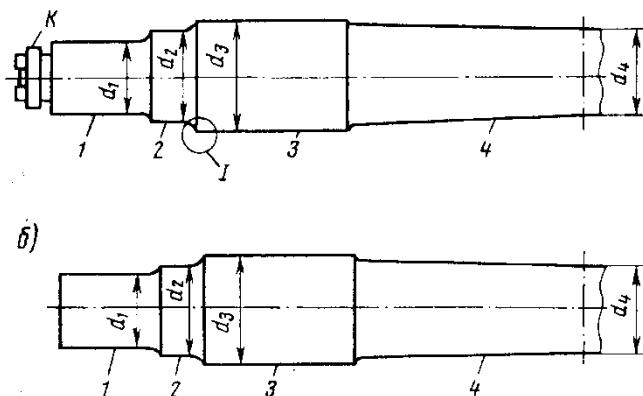

Рисунок 1. Конструкция оси колесной пары.
5. Опишите конструкцию оси колесной пары (рисунок 1).
• Колесные пары (рис.1) относятся к ходовым частям и являются одним из ответственных элементов вагона. Они предназначены для направления движения вагона по рельсовому пути и восприятия всех нагрузок, передающихся от вагона на рельсы при их вращении. Работая в сложных условиях загрузки, колесные пары должны обеспечивать высокую надежность, так как от них во многом зависит безопасность движения поездов. Поэтому к колесным парам предъявляются особые, повышенные требования Госстандартами, Правилами технической эксплуатации железных дорог, Инструкцией по осмотру, освидетельствованию, ремонту и формированию вагонных колесных пар, а также другими нормативными документами при проектировании, изготовлении и содержании в эксплуатации.